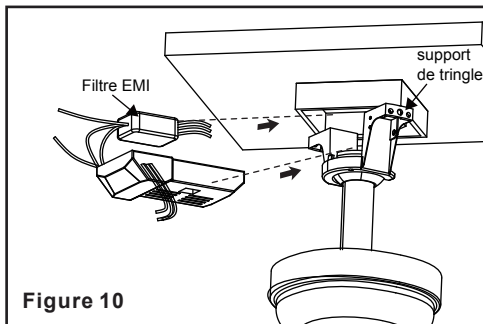

Figure 10
- (Figure 10) Placer le filtre EMI dans le boîtier du plafond avant d'installer le récepteur dans le support. Insérez le récepteur dans le support de montage, côté plat du récepteur orienté vers le plafond.